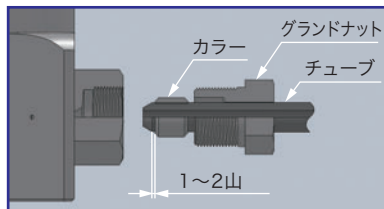

図1
- グランドナットとカラーをチューブに取付けてください。カラーはチューブ先端側のネジ山が1～2山見えるところまでねじ込んでください。(図1 参照)